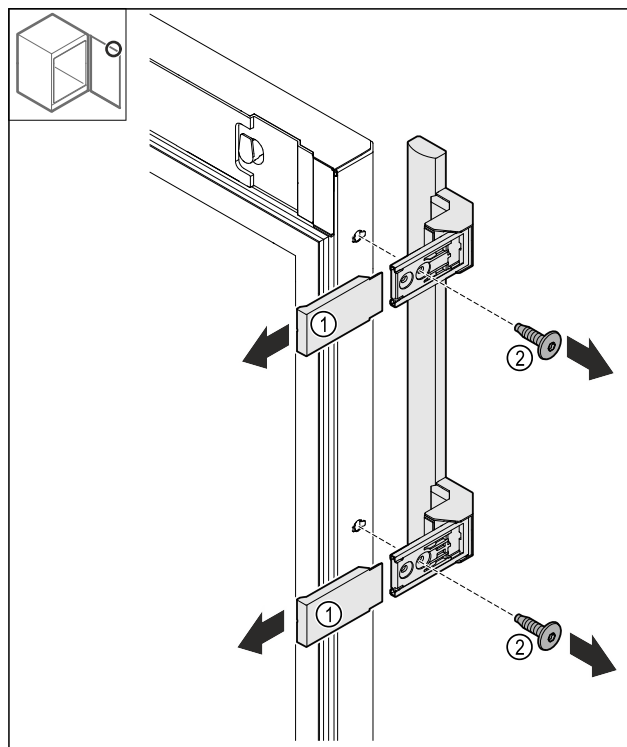

Fig. 19
- Togliere le coperture Fig. 19 (1).
- Allentare le viti Fig. 19 (2).